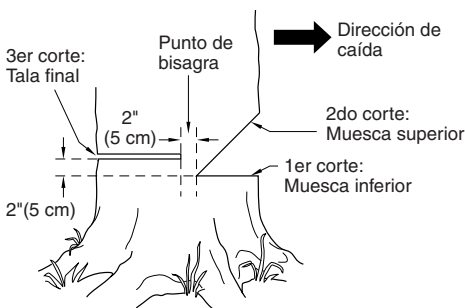

Figura 14 - Tala de un árbol
La preparación correcta de una muesca determinará la dirección en que caerá el árbol. Corte la muesca del lado del árbol correspondiente a la dirección en la cual desea que éste caiga (vea la Figura 14). Siga las instrucciones a continuación para cortar la muesca.
- Haga el corte inferior de la muesca tan cerca del suelo como sea posible. Sujete la sierra de modo que la barra de guía se encuentre en posición horizontal. Corte a través del tronco del árbol hasta atravesar 1/3 de su diámetro (vea la Figura 14). *Nota:* Haga siempre este corte inferior horizontal en primer lugar. Si la hace en segundo lugar, el árbol puede presionar la cadena o la barra de guía.
- Comience el corte superior de la muesca a una distancia del corte inferior igual a la profundidad de éste. *Por ejemplo:* Si el corte inferior tiene una profundidad de 20 cm, comience el corte superior 20 cm por encima de aquél. Corte en dirección hacia abajo y a un ángulo de 45°. El corte superior de la muesca debe llegar y unirse al punto final del corte inferior (vea la Figura 14).
- Haga el corte de tala final 5 cm por encima del corte inferior de la muesca y sobre el lado opuesto del árbol (vea la Figura 14). Mantenga el corte de tala final paralelo al corte inferior de la muesca.
⚠ ADVERTENCIA: No atraviese el árbol completamente. Deje alrededor de cinco centímetros de diámetro sin cortar, directamente detrás de la muesca (vea la Figura 14). Esta porción sin cortar funciona a manera de bisagra. La bisagra ayuda a evitar que el árbol se tuerza y caiga en la dirección equivocada.